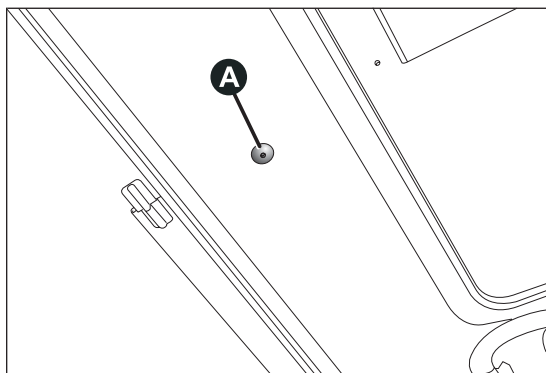

fig. 45
- ☐ retirar manualmente el tapón de protección A fig. 45 de su alojamiento, que se encuentra en el revestimiento interior tras la capota parasol
- ☐ introducir la llave suministrada de serie en el alojamiento A fig. 45 y girarla hacia la derecha para abrir el techo o hacia la izquierda para cerrarlo.